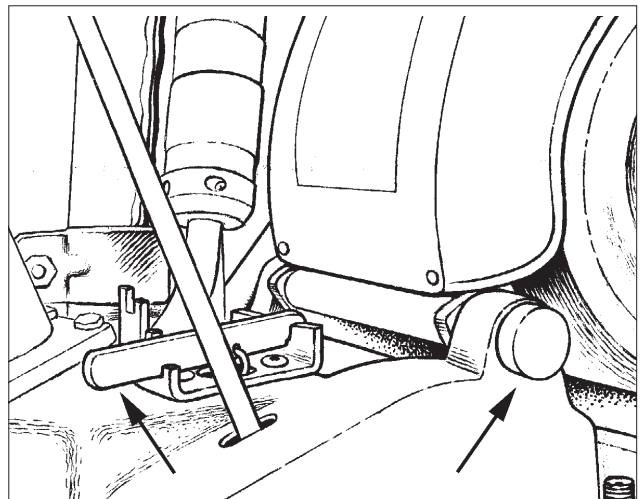

Figure 16
Vous avez le choix entre trois (3) types de pression : élevé, moyenne et légère. Plus la position est basse et plus la pression est élevée. Pour modifier les paramètres, soulevez le levier et déplacez-le dans la position désirée. (voir figure 16).